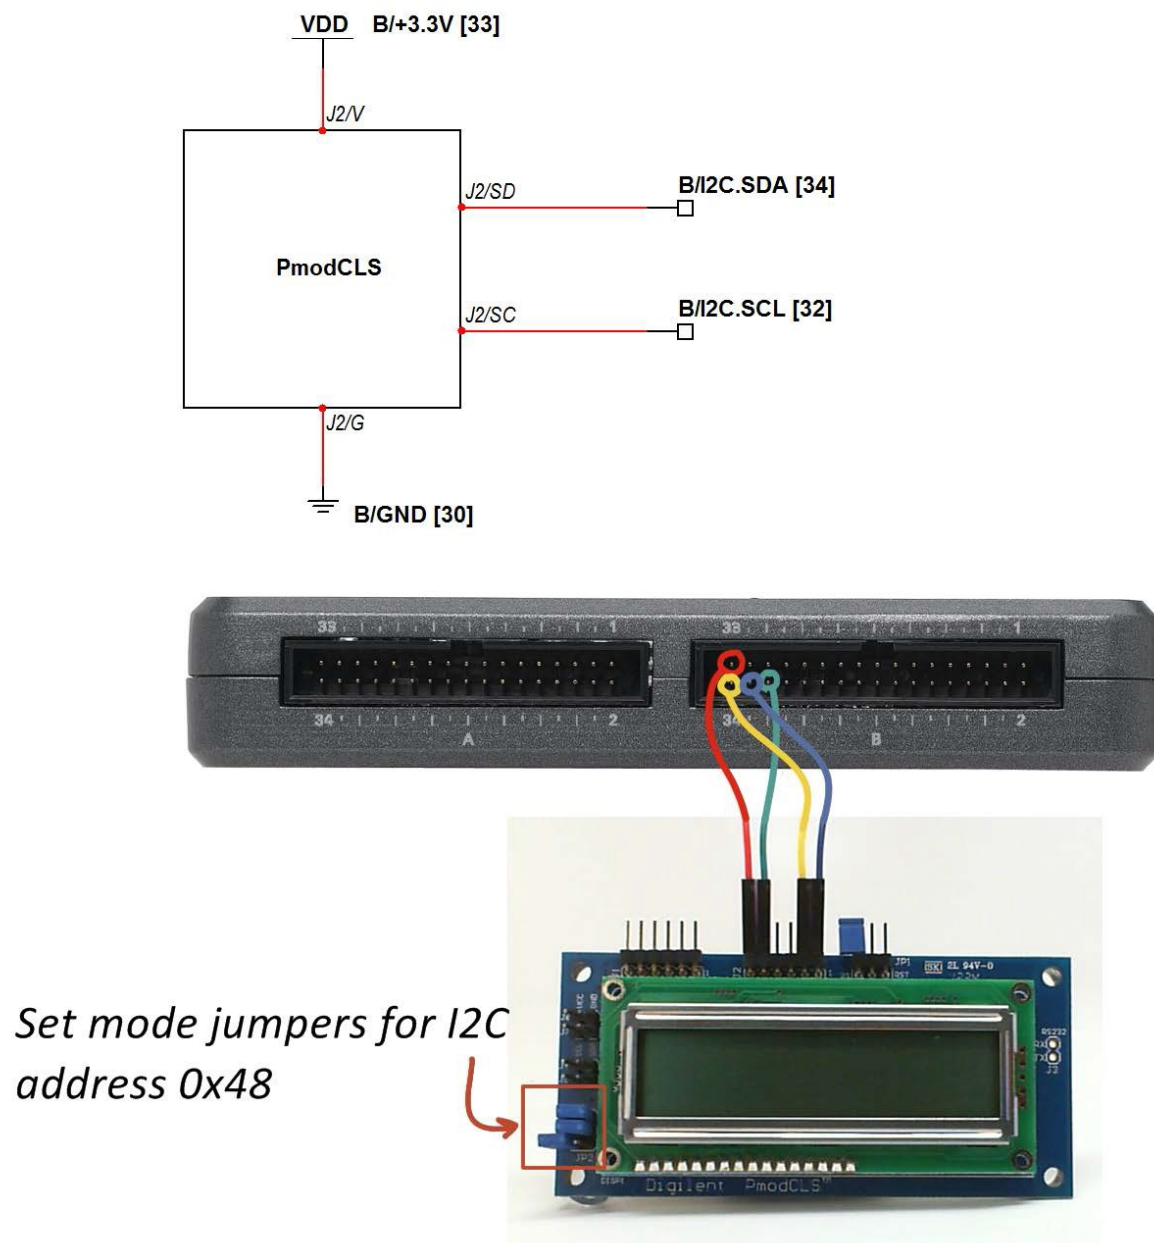

图 28.2: 连接到 NI myRIO MXP 连接器 B 的液晶字符显示屏的接线演示。请记得如图所示为 I²C 总线串行通信设置模式跳线。
建立接口电路: 请参阅下一页的图 28.2 显示的电路图；液晶字符显示屏需要四条与 NI myRIO MXP 连接器 B（见第 233 页图 A.1）的连接：
- 模式跳线的设置正确无误: 再次参阅对开页图 28.2 中的画圈部分, 以了解正确的设置。